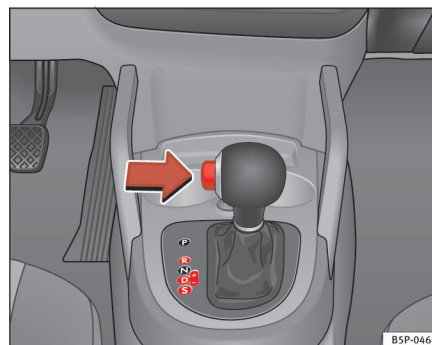

Fig. 146 Kørsel
- Tryk på knappen til venstre på gearvælgeren ⇒ side 175, fig. 146.